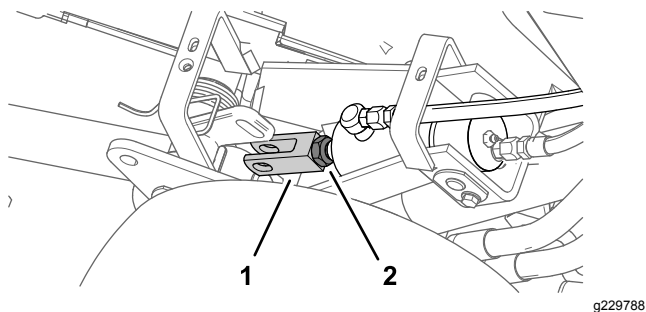

Figure 53
5. Tournez la chape pour obtenir la hauteur voulue (Figure 53).
6. Montez la chape sur le bras de levage avec l'axe de chape et la goupille de fixation, et serrez l'écrou de blocage (Figure 52 et Figure 53).